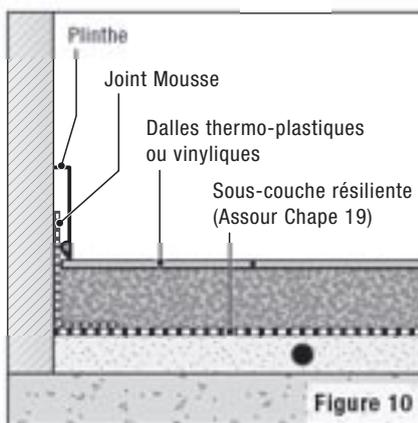

Figure 10
- Plinthes en plastique, cf. figure 10